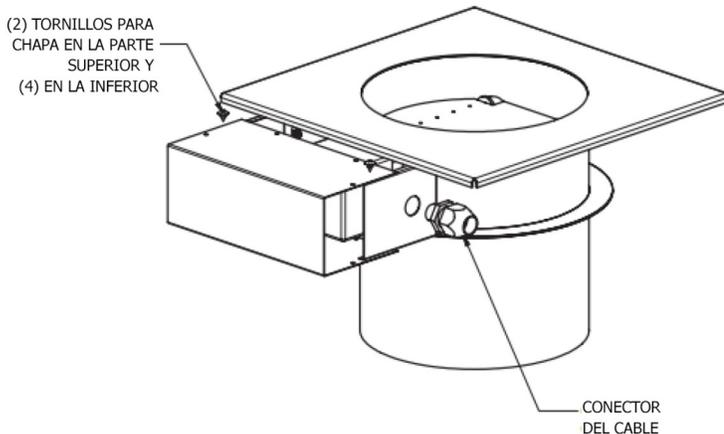

FIGURA 27
1. Antes de instalar el MFD en la chimenea, debe conectar un cable de alimentación al activador y debe asegurar la cubierta del activador (**Figura 27**).
3. Utilice (6) de los tornillos de metal incluidos para asegurar la cubierta del activador al MFD. Una vez asegurada, aplique un reborde de silicona alrededor de las costuras de la cubierta.